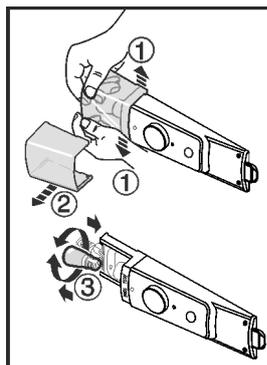

Fig. 14
- ▶ Staccare la copertura della lampadina dalla parte interna anteriore, Fig. 14 (1) come in figura, e metterla da parte Fig. 14 (2).
- ▶ Sostituire la lampadina. Fig. 14 (3)